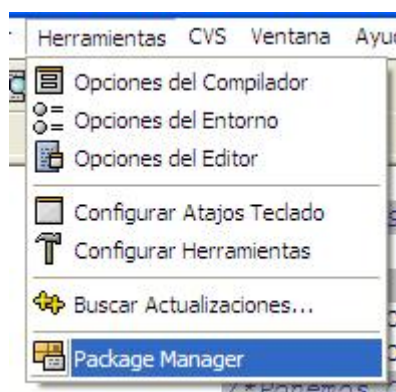

Figura 1: Añadiendo nuevas bibliotecas para el desarrollo desde Dev-Cpp
3. Descargar el DevPak de WxWidgets para Dev-Cpp. Un Dev-Pak es una biblioteca empaquetada para uso desde el entorno de Dev-Cpp. Una vez descargado desde <http://devpaks.org> se pueden incorporar a Dev-Cpp desde el menú Herramientas->Package Manager tal y como se muestra en la figura 1.